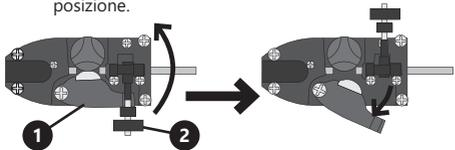

Fig. 5.
- (Vedi fig. 5.) Piegare la manopola (2) che regola la pressione del rullo di pressione. Anche il rullo di pressione (1) dovrebbe rimbalzare dalla sua posizione.